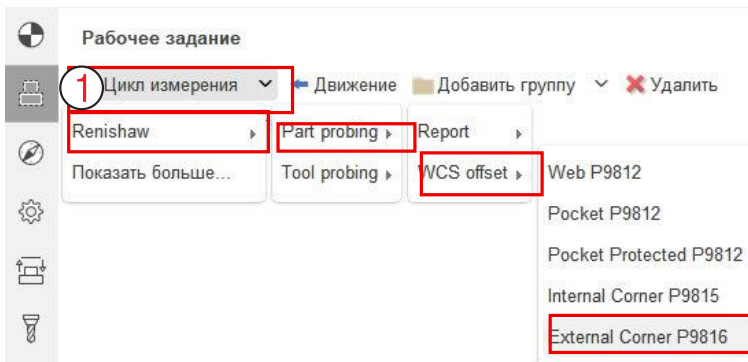

Рис. 15-7. Выбор цикла измерения P9816.
На вкладке **Рабочее задание** нажмите кнопку **Цикл измерения** (1) – **Renishaw** – **Part probing** – **WCS offset** – **External Corner P9816** (Рис. 15-7). Это команда измерения внешнего угла. Она требует указания 2 стенок.